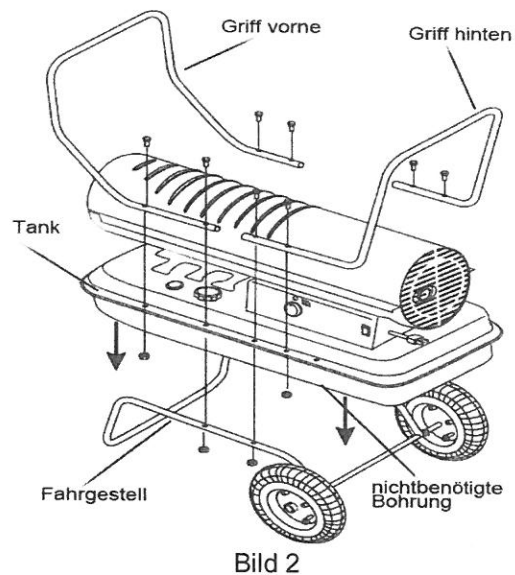

Bild 2
- 3.) Platzieren Sie den Heizer auf dem Fahrgestell unter Beachtung, dass die Bohrungen im Tank mit den Bohrungen im Fahrgestell übereinstimmen, und der Lufteintritt an der hinteren Seite (bei den Rädern) ist. (Bild 2)